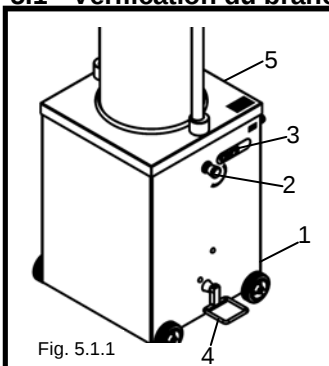

Fig. 5.1.1
Installer la fiche (pas en dotation) de 16 A au cordon d'alimentation "1" de la machine (fig. 5.1.1) et la brancher à une prise munie d'interrupteur différentiel de capacité adéquate placé en amont. Pour la version triphasée, il faut contrôler le sens
1. Enlever le carter arrière "5" fig. 5.1.1.
2. Placer l'interrupteur différentiel sur la pos. "I", appuyer sur le bouton de mise en route "3" fig. 5.1.1 ensuite appuyer sur la pédale; en même temps, vérifier que le moteur tourne dans le sens indiqué par la flèche placée sur le moteur électrique.
Après avoir branché la machine au réseau et après avoir appuyé sur le bouton de mise en route (fig. 5.1.1) appuyer sur la pédale et vérifier le déplacement du tampon dans le cylindre. Placer la pédale dans la position centrale et s'assurer que le piston s'arrête.
- Appuyer sur le bouton de mise en route "3" (fig. 5.1.1).